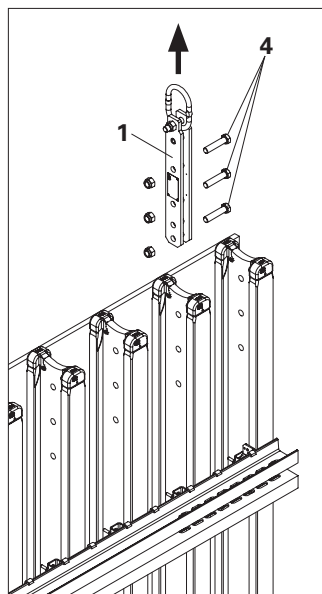

Fig. 09b
4. Staccare la staffa sollevamento portandola verso l'alto. (Fig. 09b)